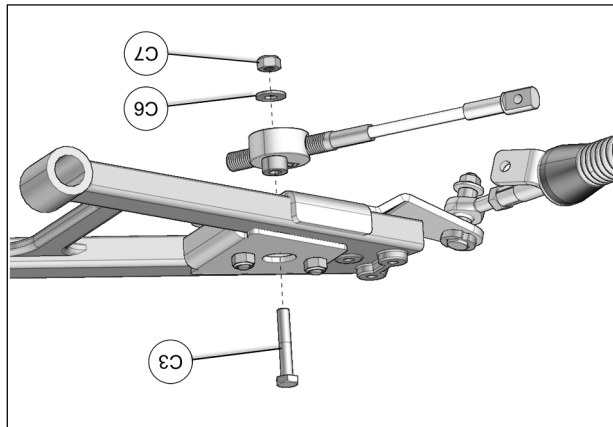

Fig. 24
13. Positionner le disque en aluminium du limiteur de conduite sous l'ancrage. Insérer le boulon (C3) par le dessus et utiliser la rondelle (C6) et l'écrou (C7) pour fixer le limiteur de conduite en place. Serrer l'écrou à un couple de 50 N•m [37 lb•pi]. Voir la Fig. 24